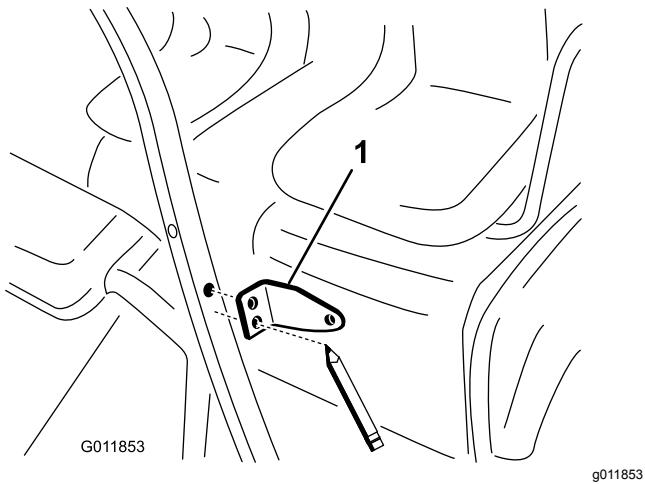

図 11
4. チューブ上にミラーマウントを位置決めする上側の穴を新たにチューブに開けた穴に合わせる図 11。
5. ミラーマウントを型紙として、チューブに貫通穴 直径 8.3 mmを開ける図 11。